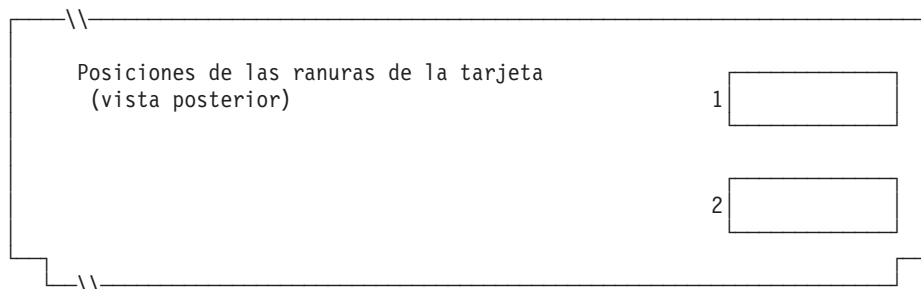

Figura 91. Parte posterior del Controlador/Terminal IBM 4694-1x4/205
4. En la Figura 91 marque con una X cada ranura de tarjeta que tenga instalado un Adaptador Asíncrono Dual **para que lo utilicen las aplicaciones de terminal**. No ponga ninguna X si la tarjeta va a ser utilizada por aplicaciones distintas a las de terminal.